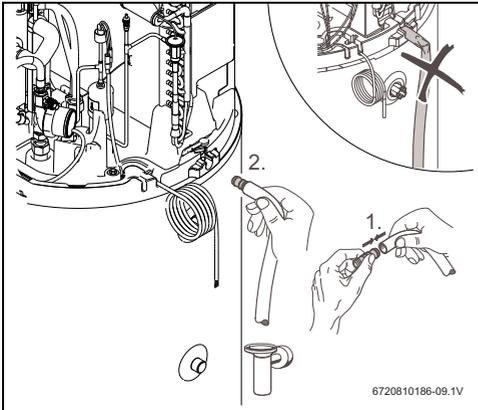

Bild 12 Kondensatauffang
- ▶ Kondensatleitung (Innendurchmesser 16 mm) an1) Kondensatablauf anschließen (Abb. 12, [1]).
- ▶ Kondensat über einen Siphonablauf (Abb. 12, [2]) abführen.